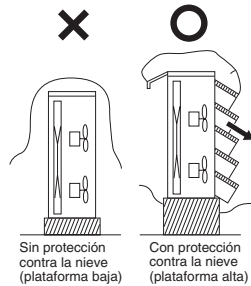

Fig. 2-7
En regiones con mucha nieve y fuerte viento, pueden darse los siguientes problemas cuando la unidad exterior no se dote de una plataforma y un conducto contra la nieve (Fig. 2-7):
- (1) La plataforma debe ser más alta que la profundidad máxima de la nieve. (Fig. 2-7)
- (2) Las 2 patas de anclaje de la unidad exterior deben utilizarse para la plataforma, y ésta debe instalarse debajo del lado de entrada de aire de la unidad exterior.
- (3) Los cimientos de la plataforma deben ser sólidos y la unidad debe fijarse con pernos de anclaje.
- (4) Si la instala en un lugar del techo sometido a fuertes vientos, deberán tomarse contramedidas para evitar que se vuelque la unidad.